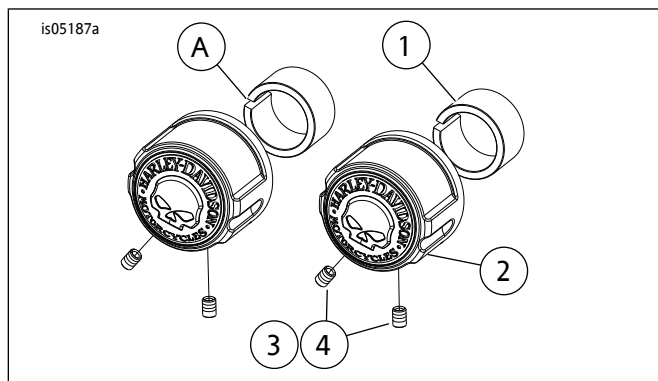
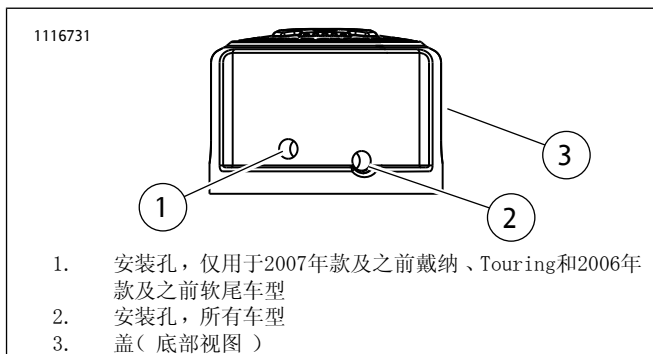

图1。前车轴螺母盖套件
图2。安装隔块和盖
- 参见图1。将隔块(1)安装至车轴螺母和车轴杆，使隔块上的槽(A)指向9点位置。
- 参见图2。在安装孔(1和2)中安装定位螺丝。可靠拧紧所有四个定位螺丝。
- 参见图1。丢弃隔块(1)。将车轴盖(2)直接安装至车轴螺母和车轴杆，使Skull(骷髅)处于竖直向上位置。
- 参见图2。在安装孔(1和2)中安装定位螺丝。可靠拧紧孔(1)中的螺丝，然后拧紧孔(2)中的螺丝。
- 参见图1。丢弃隔块(1)。参见图2。使用安装孔(2)将0.375英寸长度定位螺丝安装至其中一个车轴螺母盖。将盖安装至车轴螺母侧。